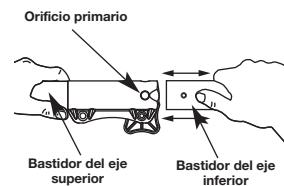

Fig. 13
- Mientras sostiene el accesorio con firmeza, empújelo en línea recta en el acoplador EZ-LINK® (Fig. 13).
- Mientras sostiene el bastidor del eje superior con firmeza, tire del accesorio de corte o accesorio en línea recta fuera del acoplador EZ-LINK® (Fig. 13)